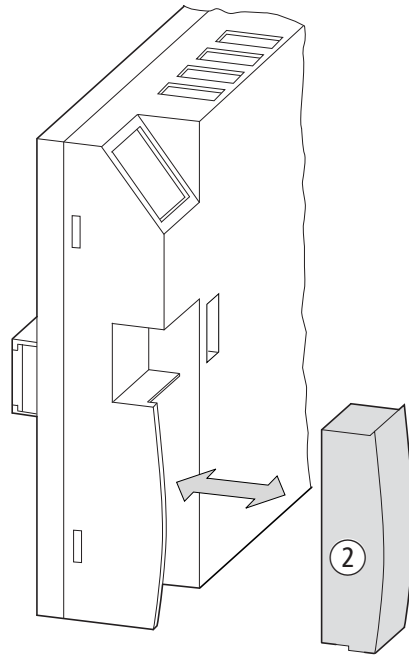

Abbildung 77:Stecken und Entfernen einer Speicherkarte ②
- ▶ Entfernen Sie die Abdeckung von der Schnittstelle und stecken Sie die Speicherkarte, → Abbildung 77, Seite 94.